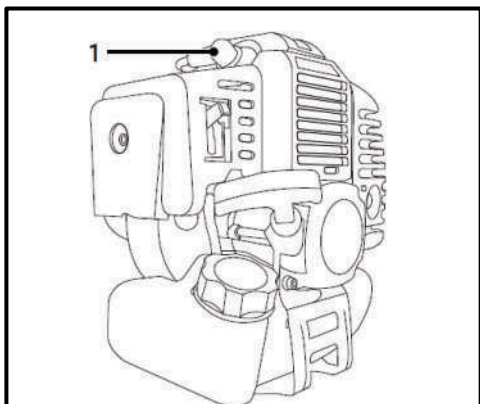

Рис. 50
- Зніміть ковпачок (1) свічки запалювання (Рис. 50);